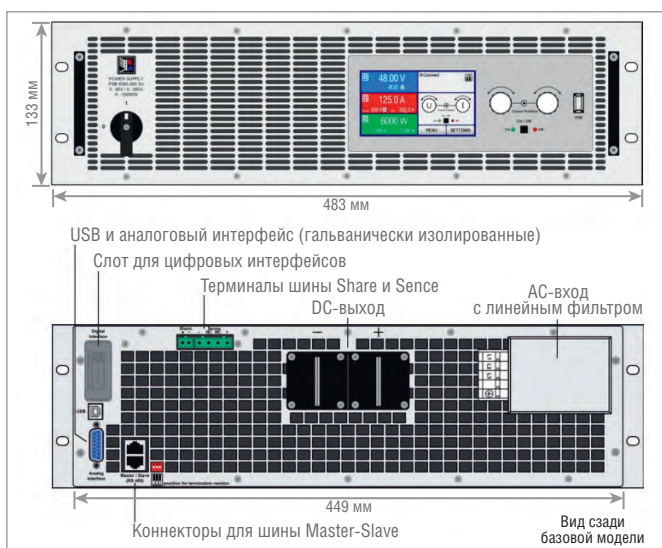

Рис. 4. Общий вид программируемого источника питания серии EA PSB 9000 3U
Все они управляются микропроцессорным блоком. Совмещение в едином конструктиве источника питания и рекуперативной электронной нагрузки позволяет добиваться уникальных характеристик изделий. В частности, приборы обеспечивают стандартную работу в двухквadrантном диапазоне, а также обладают функциональностью Power Sink (ZH) и High Speed (HS), о чём мы расскажем чуть позже. Встроенная электронная нагрузка обеспечивает высокую динамику выходных параметров даже на холостом ходу. Источники этой серии являются автодиапазонными, то есть они способны интеллектуально регулировать выходные токи и напряжения для поддержания максимальной мощности в нагрузке. Приборы снабжены активным корректором коэффициента мощности и рассчитаны на питание от двух- или трёхфазной сети переменного тока. Для защиты от перенапряжения, превышения допустимого тока и мощности в нагрузке доступны соответствующие защитные функции. Превышение заданного порога по любому из параметров вызовет отключение источника. Общий вид устройств приведён на рис. 4.